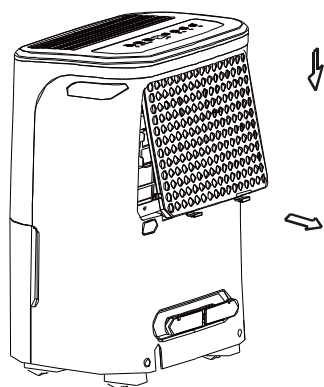

Fig. 8
- Saisissez la languette du filtre et tirez-la vers le haut, puis retirez le filtre comme indiqué sur la figure 8.